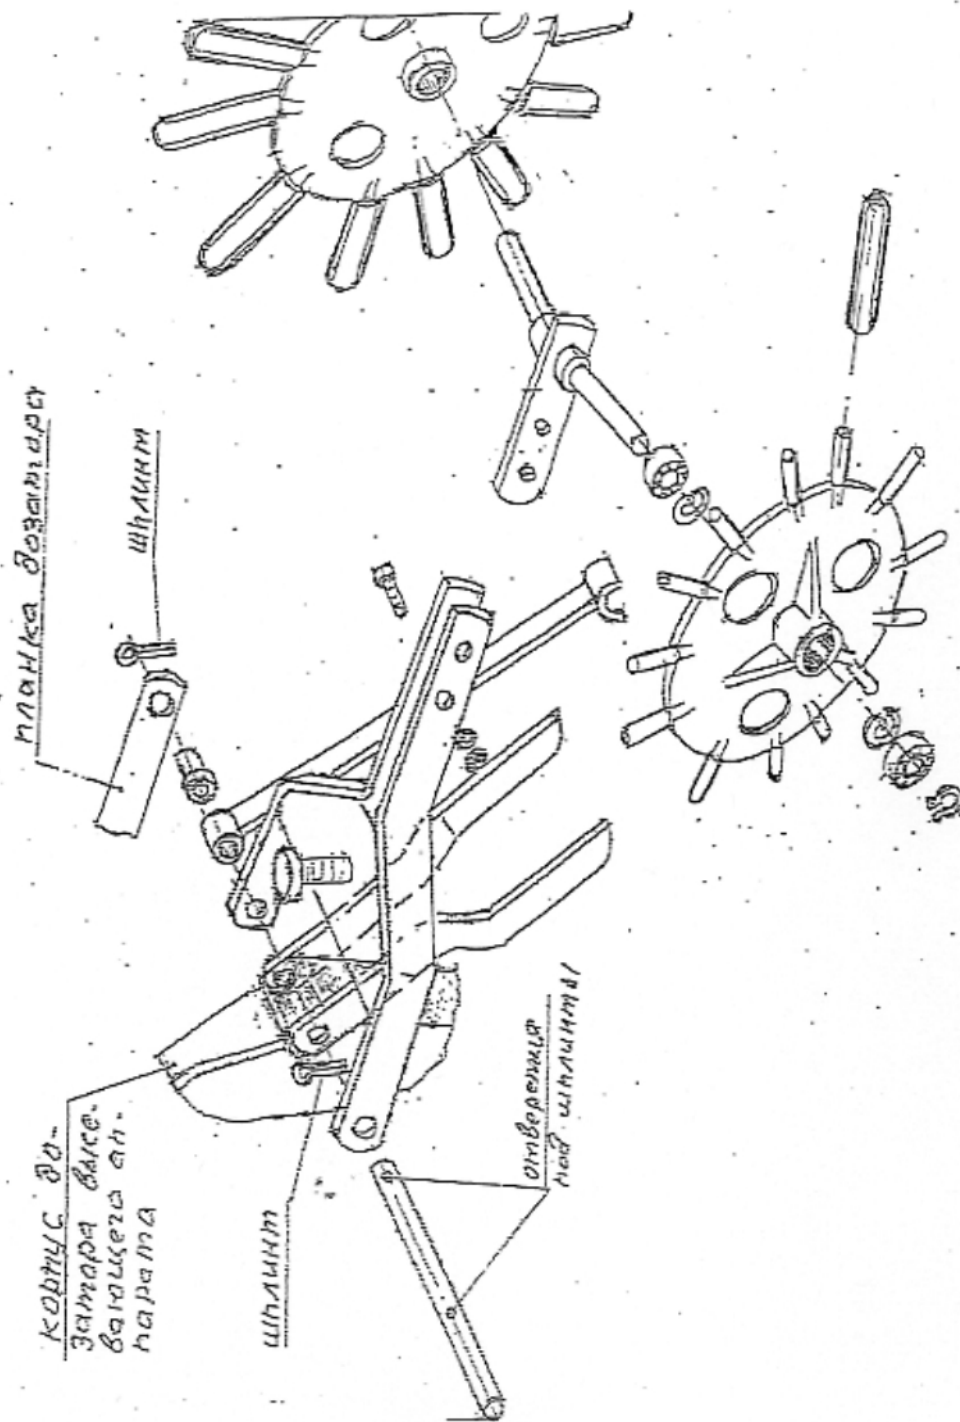

Рис. 15
6. Установить на высевающие аппараты ранее демонтированные прикатывающие устройства 21. Монтаж прикатывающих устройств на корпус высевающего аппарата производить в соответствии с рис.15. При монтаже прикатывающего устройства (рис.4; 5) необходимо открутить болт крепления пружины поз.4, установить пружину, прикрутить болт.